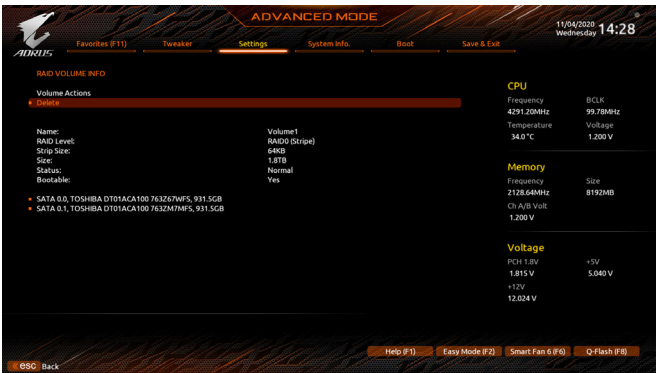

图6
完成后画面将回到「Intel(R) Rapid Storage Technology」画面, 即可在「RAID Volumes」处看到建立好的磁盘阵列。若要检视更详细的资料, 可在该磁盘阵列上按<Enter>键, 即可看到例如磁盘阵列模式、区块大小、磁盘阵列名称及磁盘阵列容量等信息(图6)。